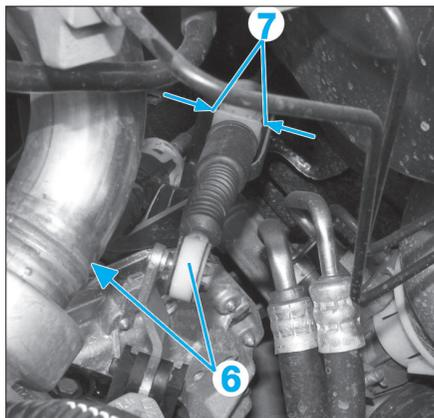

Fig. 60
- les câbles de commande (6) de vitesses sur la boîte de vitesse à l'aide d'un tournevis (Fig.60),